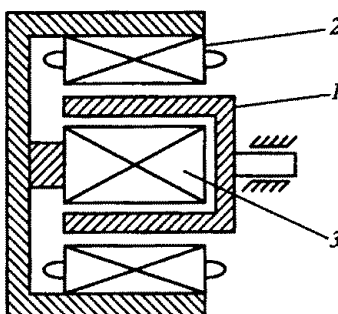

Рис. 228
9.62. Для чего ротор асинхронных микродвигателей выполняется в виде латунного или алюминиевого стакана 1 (рис. 228), расположенного в расточке сердечника статора между его наружной 2 и внутренней 3 частями, и какая из указанных причин является главной?